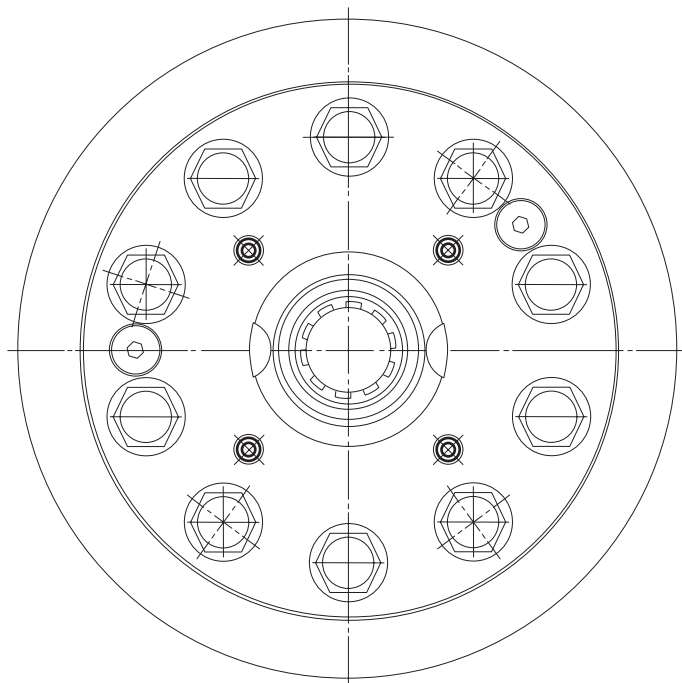

Рис. 12
1. Открутите 4 винта на 5–7 мм (отмечено чёрным), используя шестигранник (**Рис. 12**).